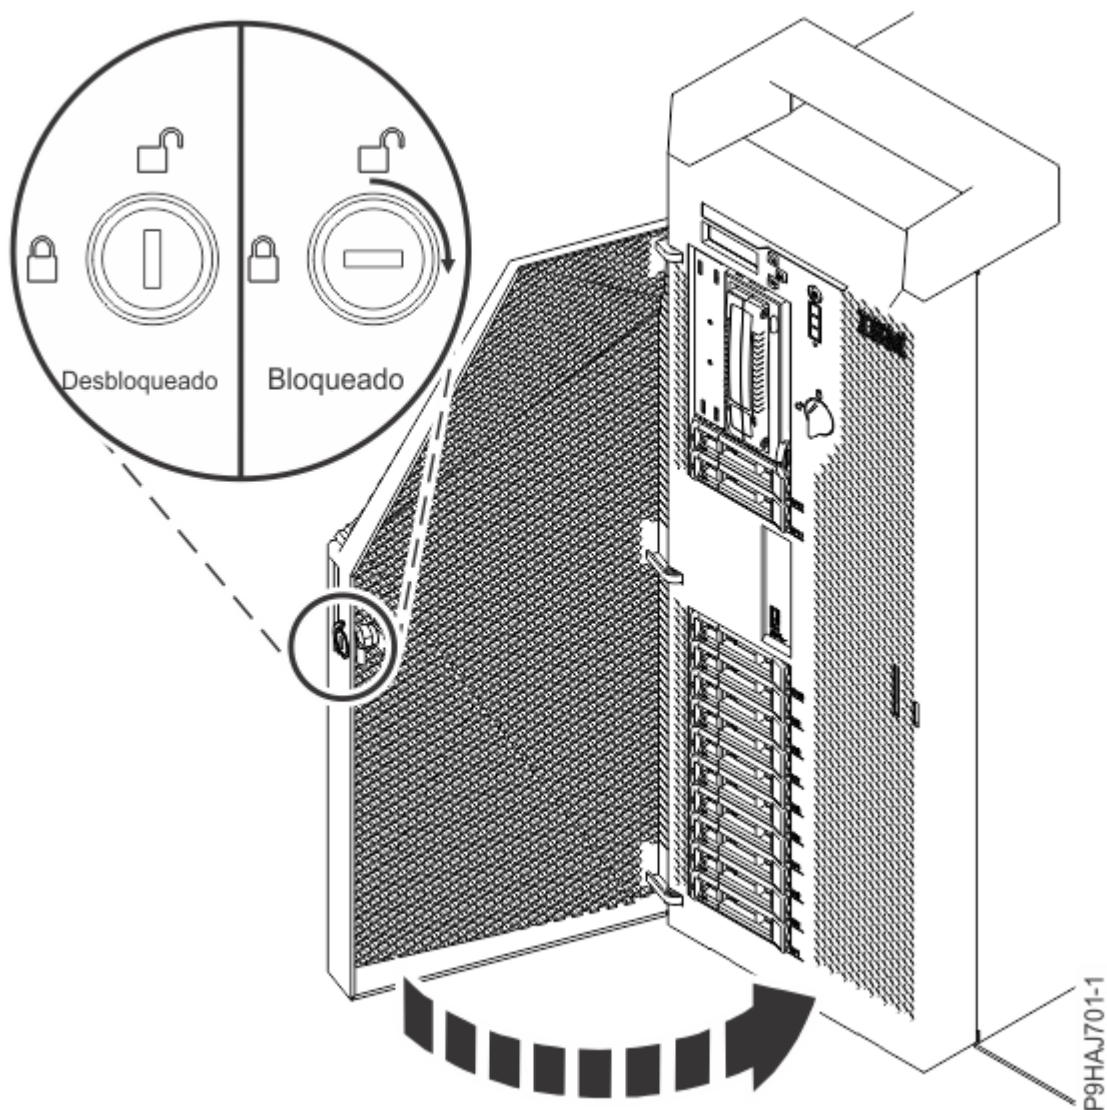

Figura 38. Bloqueando a porta frontal
- e) Feche a porta frontal. Insira a chave da porta frontal na fechadura, como mostrado na Figura 38 na página 40. Gire a chave para a direita (sentido horário) para bloquear a porta. A horizontal está bloqueada; a vertical está desbloqueada.